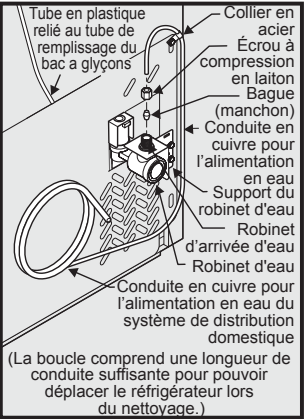
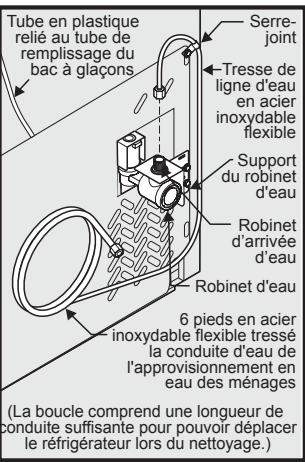

figure 1
figure 2
4. Si vous utilisez du tuyau en cuivre - Faites glisser l'écrou à compression en laiton, puis installez la bague (le raccord) sur la conduite d'alimentation en eau. Poussez la conduite dans le robinet d'arrivée d'eau, aussi loin que possible (6 mm ou 1/4 po). Faites glisser la bague (le raccord) dans le robinet et serrez à la main l'écrou à compression sur le robinet. Serrez d'un autre demi-tour à l'aide d'une clé; NE serrez PAS trop. **(Reportez-vous à la figure 1.)** Si on utilise des tubes tressés en acier inoxydable souple - L'écrou et la bague d'extrémité sont déjà assemblés sur le tube. Glissez l'écrou sur l'entrée du robinet et serrer à la main l'écrou sur le robinet. Serrer d'un autre demi-tour avec une clé; NE PAS serrer trop fort. **(Reportez-vous à la figure 2.)**